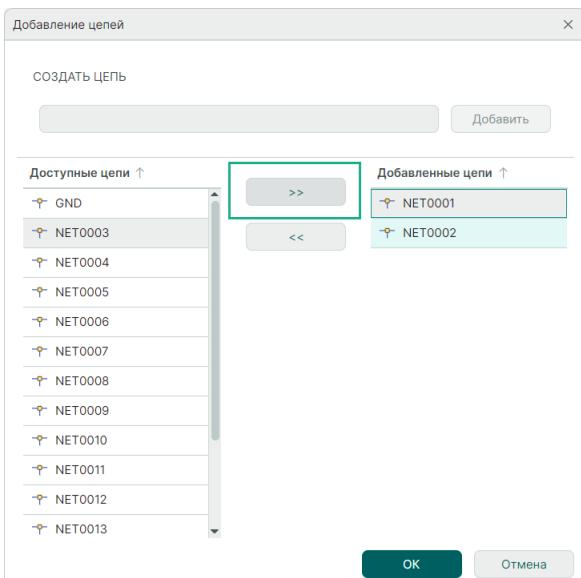

Рис. 171 Выбор цепей для шины из списка размещенных цепей
4. Выберите из списка доступных цепей, размещенных на схеме, те цепи, которые необходимо «добавить» в шину. Список размещенных на схеме цепей отображается в левом столбце. Для выбора цепи нажмите кнопку  «Добавить цепь», см. Рис. 171.